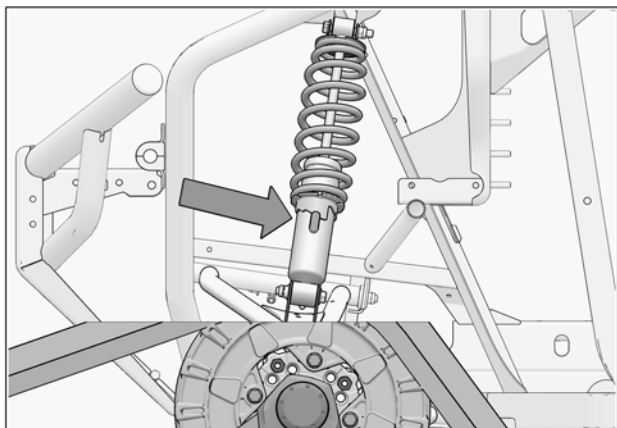

Fig. 24
1. Verify the suspension settings. If the shock absorbers are adjustable, adjust them to the stiffest setting to allow for maximum clearance between the System and the vehicle's fenders. See Fig. 24
1. Vérifier l'ajustement de la suspension; si les amortisseurs sont réglables, ils doivent être réglés au niveau le plus ferme pour permettre un maximum de dégagement entre les systèmes et les ailes du véhicule. Voir la Fig. 24